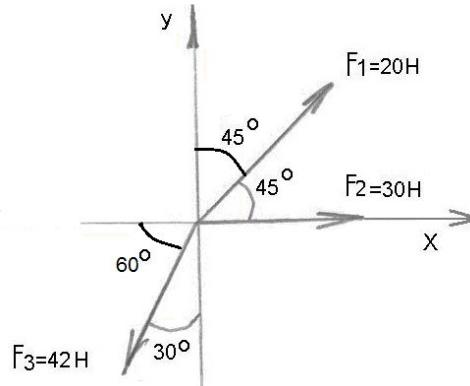

Рисунок 2
Пример: Для заданной плоской системы сходящихся сил (рисунок 2) определить равнодействующую аналитическим и графическим способами. Выявить, уравновешена ли система.
- Перестраиваем силы согласно заданных углов (рисунок 2)